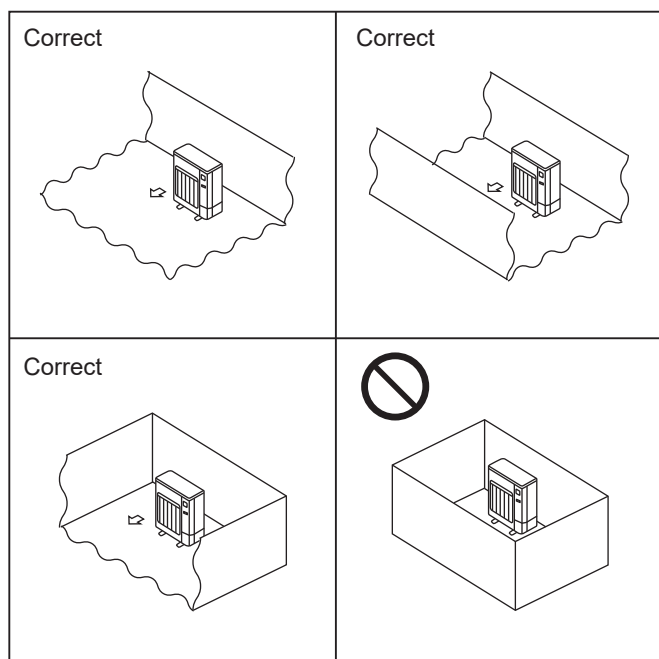

Fig. 2-1
- Installer l'appareil extérieur à un endroit où l'une des quatre faces au moins est libre, et dans un espace suffisamment grand sans dépressions. (Fig. 2-1)